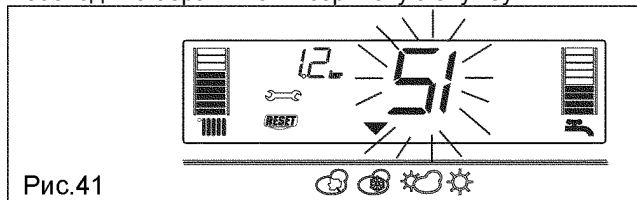

Рис.41
3) Отображаются символы и (рис. 41)